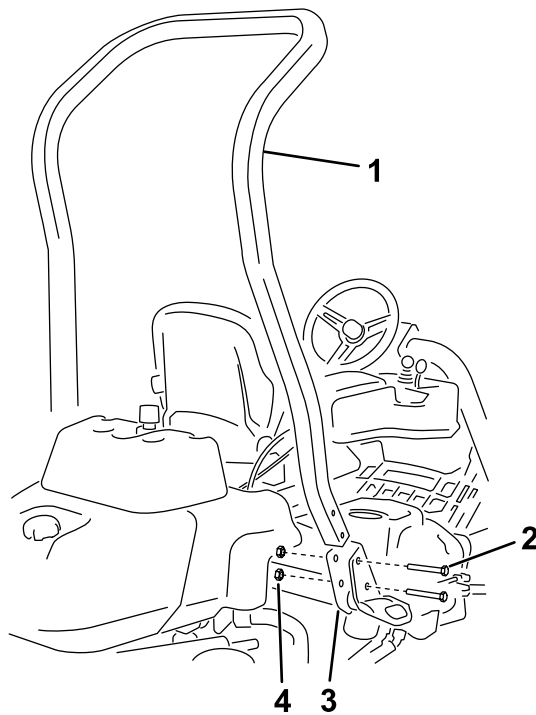

図 3
3. ROPS ブラケットに ROPS バーを取り付けるボルト ½" x 3¾" 4本、フランジナット ½" 4個を使って 図 3 のように取り付ける。